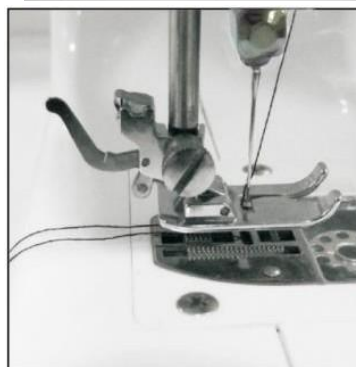

Рисунок 10
- 5) Установите на место крышку отсека, отделите две нитки и потяните их к задней части машины под лапку, оставляя около 15 см свободно свисать. (Рисунок 10).